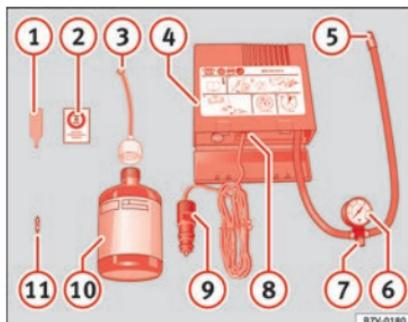

Fig. 163 Représentation standard : contenu du kit anticrevaison.
Le kit anticrevaison se trouve dans le coffre à bagages, sous le revêtement de plancher. Il inclut les composants suivants » fig. 163 :
Revissez le tuyau de gonflage » fig. 163 ⑤ et vérifiez la pression du manomètre ⑥.